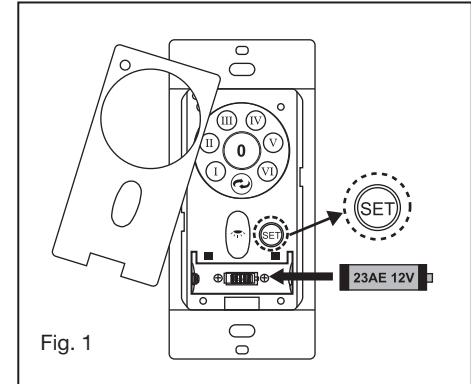

Fig. 1
- 5 Bouton de réglage du code "SET": Suivez les étapes ci-dessous pour utiliser le bouton de réglage. (Fig. 1)